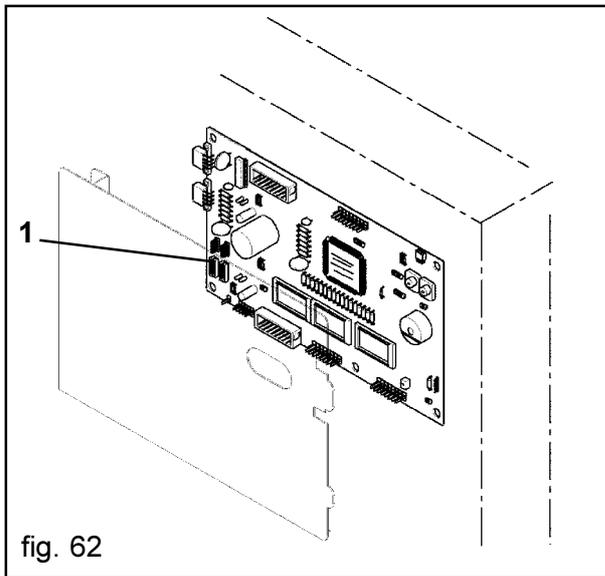

fig. 62
La conexión entre la placa CPU y la LLAVE ELECTRÓNICA SAECO se realiza por medio de conexión directa con la placa CPU. Verificar la posición del conector en la placa para la conexión (ref. 1, fig. 62).
- Apagar la máquina e introducir la LLAVE ELECTRÓNICA SAECO en el conector pertinente en la placa CPU (ref. 1, fig. 62); a continuación encender la máquina.